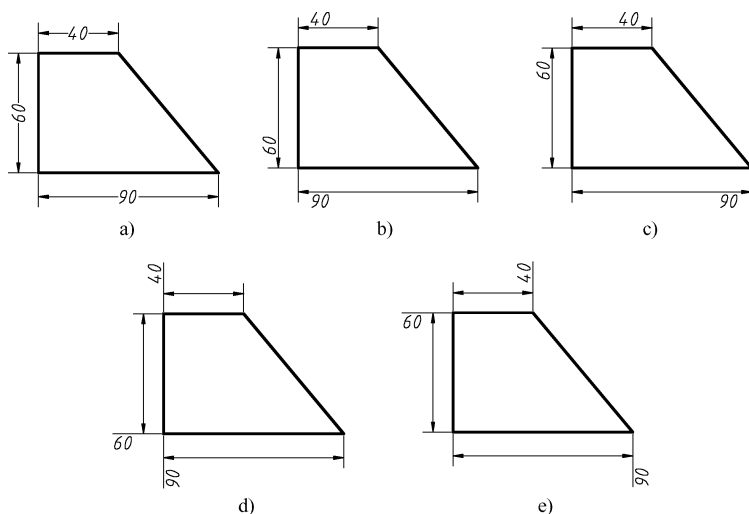

图 9-21 “水平” 选项设置示例
- “水平” 下拉列表框：用于设置尺寸数字相对尺寸线水平方向上的位置。有 “居中” “第一条尺寸界线” “第二条尺寸界线” “第一条尺寸界线上方” 和 “第二条尺寸界线上方” 5 个选项，如图 9-21 所示。